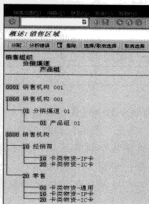

图 8-27 “概述: 销售区域”界面
STEP 1 在命令栏输入 SPRO 命令, 通过菜单选择“企业结构→分配→销售和分销→设置销售范围”选项, 进入“概述: 销售区域”界面, 如图 8-27 所示。